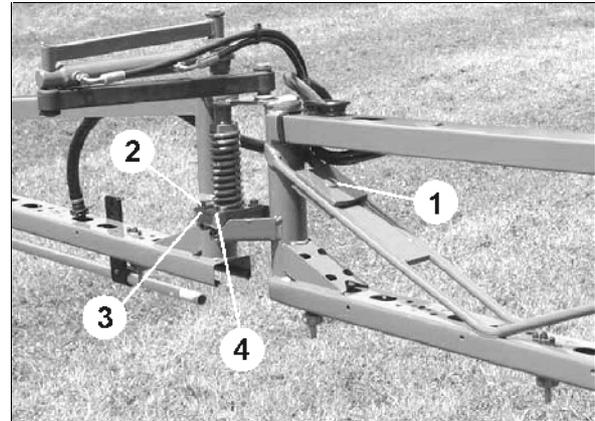

Fig. 127
Si ce n'est pas le cas, **déverrouillez** l'amortissement tri-directionnel, puis alignez la rampe dépliée en utilisant des contrepoids (Fig. 127/1) Fixez les contrepoids sur les bras en fonction des besoins.
1. Desserrez les vis (Fig. 127/2) de l'éclisse de fixation (Fig. 127/3) La mise en ligne s'opère directement sur les pièces plastiques (Fig. 127/4) en utilisant les trous oblongs des éclisses de fixation.
3. Serrez les vis (Fig. 127/2).